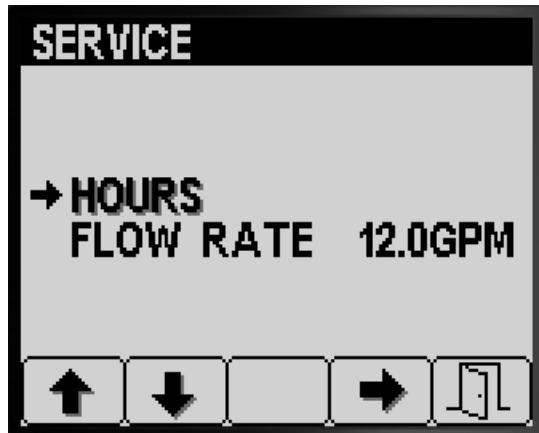

Рисунок 80
- Нажимайте кнопку 1 или 2 на экране Service (Обслуживание), пока не перейдете к пункту HOURS (Часы НАРАБОТКИ) (Рисунок 80).
- Нажмите кнопку 4 для выбора пункта Hours (Часы наработка) (Рисунок 80).